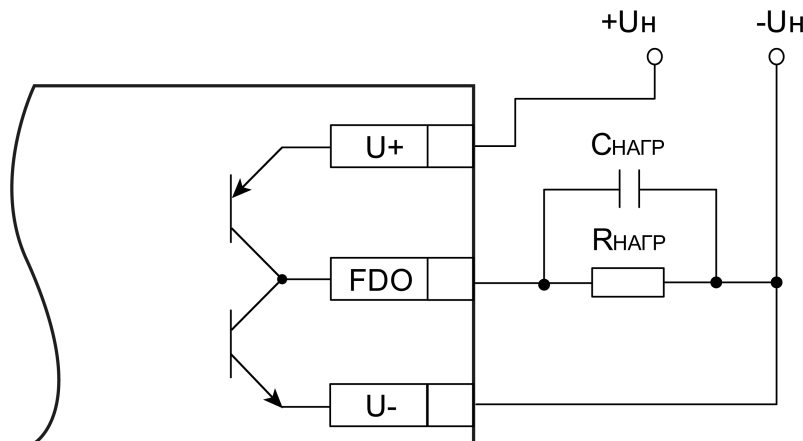

Рисунок 5.15 – Схема подключения нагрузки в режиме включения «верхний и нижний ключи»
- верхний и нижний ключи (рисунок 5.15) – для коммутации нагрузки с большей емкостью и меньшим током (менее 100 мА).